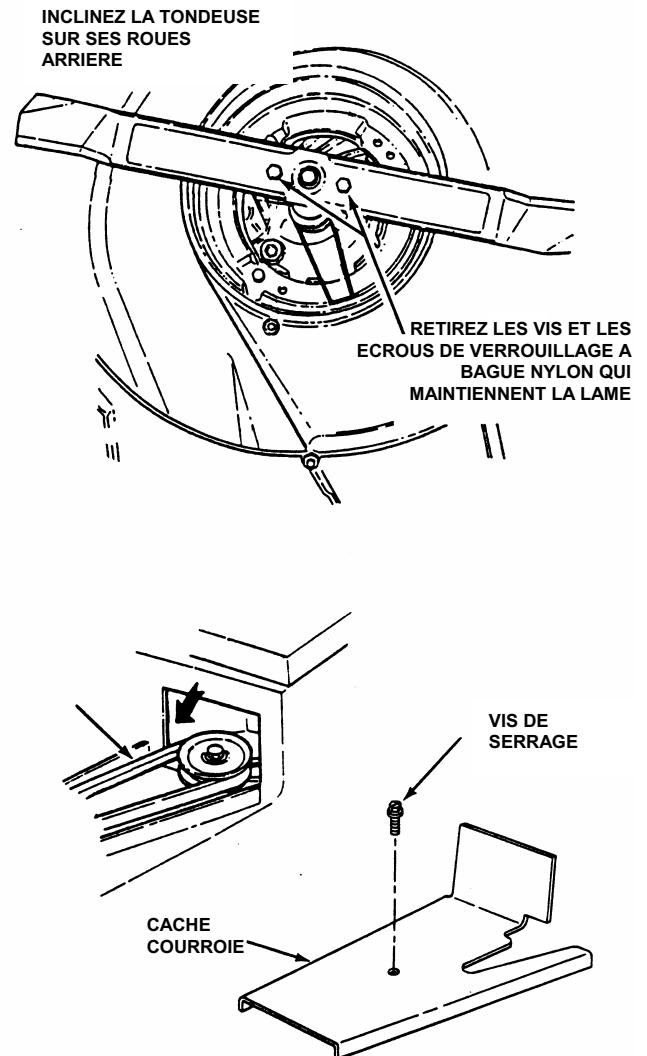

FIGURE 4.5
2. Retirez les vis qui maintiennent le cache courroie. Déposez le cache courroie. Voir figure 4.5.
5. Retirez les boulons et les écrous qui maintiennent la lame. Déposez la lame. Voir figure 4.5.